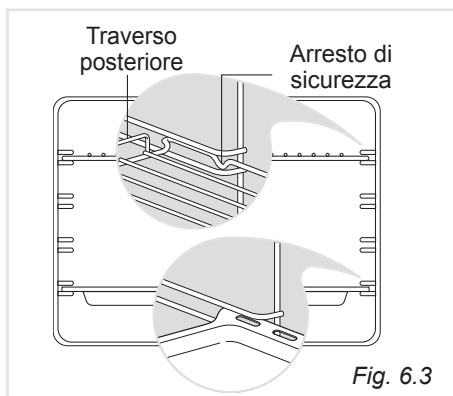

Fig. 6.3
- Infilare in mezzo alle guide dei telai laterali la leccarda e la griglia come in (fig. 6.3).